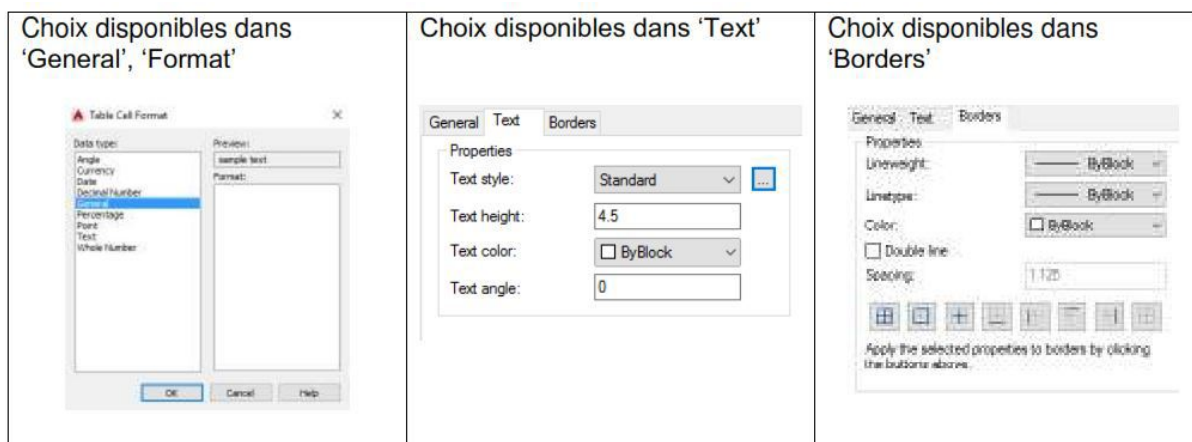

Fig. II-37
Les écrans suivants illustrent les différentes possibilités de formatage pour les cellules (item 5 du tableau ou écran de saisie montré ci-dessus) (Fig. II-37).